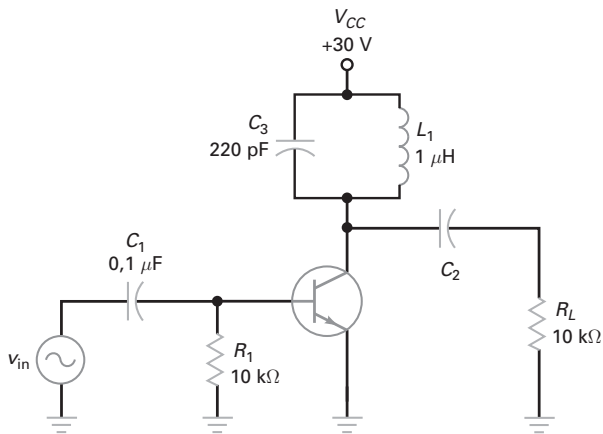

Figura 10-44
- 10-34** **MultiSim** Se a tensão na entrada for igual a 5 V rms na Figura 10-44, qual é a tensão de pico a pico na entrada? Se a tensão CC entre a base e o terra fosse medida, que valor o DMM indicaria?
10-35 **MultiSim** Qual é a frequência de ressonância na Figura 10-44?
10-36 **MultiSim** Se a indutância for duplicada na Figura 10-44, qual é a frequência de ressonância?
10-37 **MultiSim** Qual é a ressonância na Figura 10-44 se a capacitância C_3 for trocada para 100 pF?
- 10-38** Se o amplificador classe C na Figura 10-44 tiver uma potência de saída de 11 mW e uma potência de entrada de 50 μW, qual é o ganho de potência?
10-39 Qual é a potência de saída na Figura 10-44 se a tensão na saída for de 50 V pico a pico?
10-40 Qual é a potência CA máxima na saída na Figura 10-44?
10-41 Se o dreno de corrente na Figura 10-44 for de 0,5 mA, qual é a potência CC na entrada?
10-42 Qual é a eficiência na Figura 10-44 se o dreno de corrente é de 0,4 mA e a tensão na saída de 30 V pico a pico?
10-43 Se o fator Q do indutor for de 125 na Figura 10-44, qual é a largura da banda do amplificador?
10-44 Qual é o pior caso para a dissipação de potência do transistor na Figura 10-44 ($Q = 125$)?
10-45 Um 2N3904 é usado na Figura 10-44. Se o circuito funciona em uma temperatura ambiente que varia na faixa de 0 a 100°C, qual é a potência nominal máxima do transistor no pior caso?